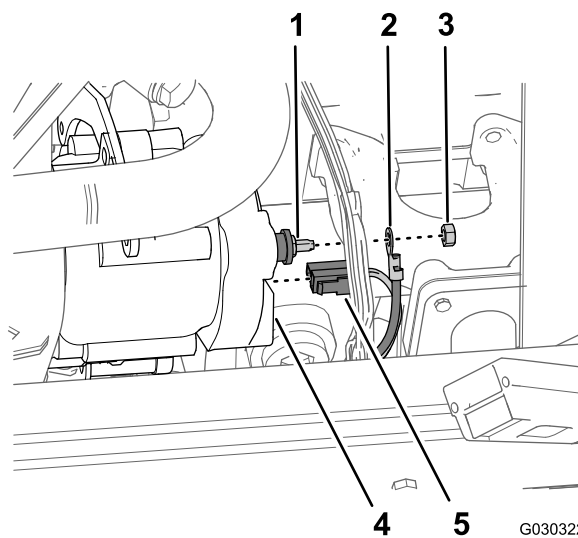

Рисунок 241
1. В левой части моторного отсека отверните гайку (6 мм), чтобы отсоединить круглую клемму положительного провода аккумуляторной батареи от положительного штыря генератора (Рисунок 241).
2. В задней части генератора отсоедините 2-гнездовой разъем жгута проводов двигателя от клеммы с 2 плоскими контактами на генераторе (Рисунок 241).